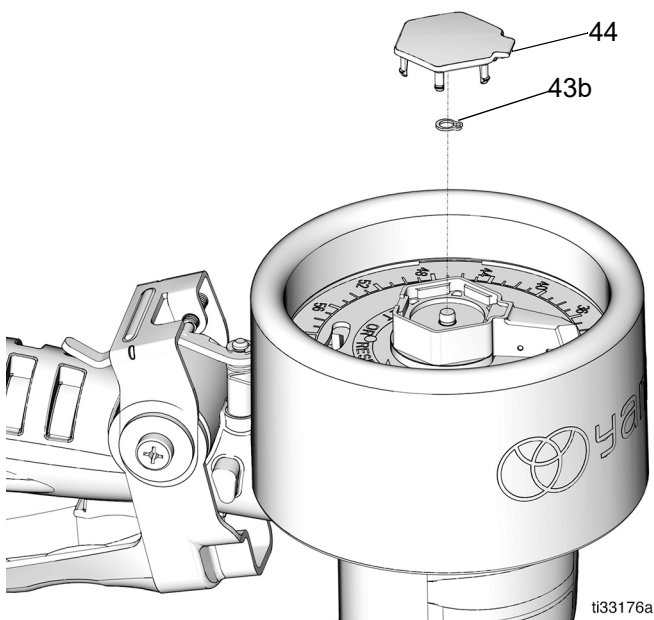

図 8
2. カバー (44) を外し、リテーナー (43b) を取り外します (図 8)。